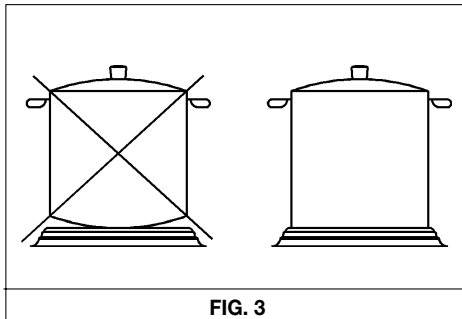

FIG. 3
- Utiliser des casseroles à fond plat et épais (voir fig. 3).